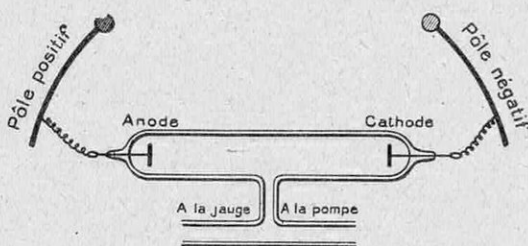

FIG. 1. — COMMENT ON ÉTUDIE LA LUMINESCENCE DES TUBES A VIDE
Pour montrer quelques-uns des aspects de l'*électroluminescence*, on se sert du tube représenté par notre figure 1. Deux lames (anode et cathode) d'aluminium sont reliées métalliquement, à travers le verre, aux deux pôles d'une machine électrostatique (ou d'un petit transformateur, connu sous le nom de bobine de Ruhmkorff) ; l'anode est la lame réunie au pôle positif du générateur ; la cathode, la lame réunie au pôle négatif. Au moyen d'une pompe à gaz, sur laquelle il n'y a pas lieu d'insister ici (1), on fait dans le tube un vide progressif. A chaque instant, en se servant d'un manomètre ou d'une jauge, on mesure le degré du vide ; et voici quels sont les principaux aspects correspondant à chaque pression :